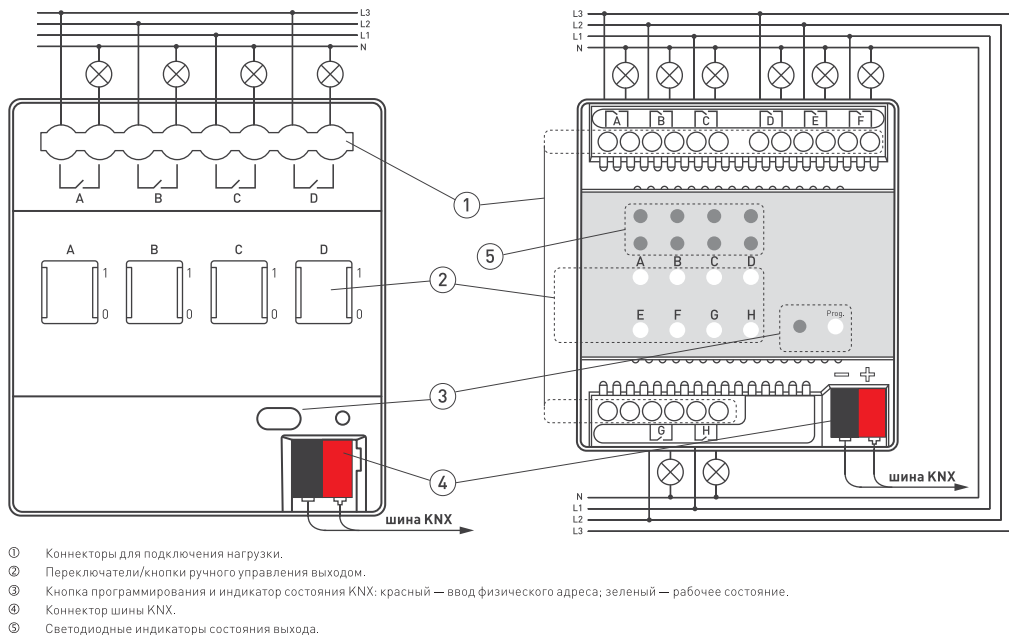

Рисунок 1. Схемы подключения релейных модулей.
- 3.3. Подключите шину данных KNX (красный и черный провода в кабеле KNX) к соответствующим клеммным колодкам, соблюдая полярность и цвета проводов, затем подключите силовые клеммы в соответствии с проектом, см. Рисунок 1.